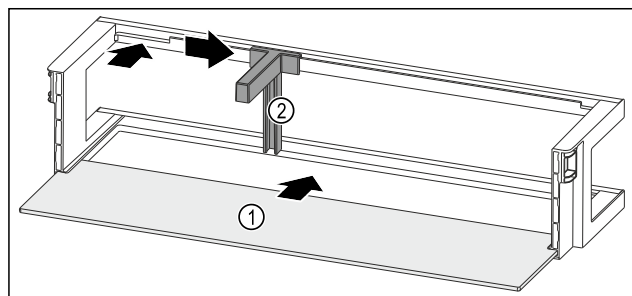

Fig. 165 Дверная полка со съемной полкой
- Вдвиньте съемную полку Fig. 165 (1) в боковые пазы.
- Установите держатель для бутылок Fig. 165 (2) в выемку.
- Сместите держатель для бутылок Fig. 165 (2) в нужное положение в сторону.